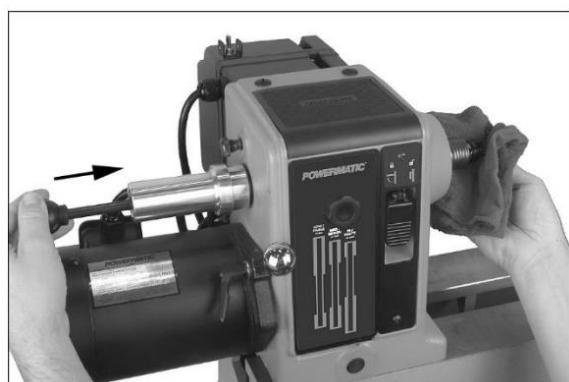

Рисунок 8-5: демонтаж центра передней бабки
2. Для демонтажа поводкового центра, сначала снимите заготовку со станка. Затем вставьте выталкиватель (Рис. 8-5) в отверстие маховика и с силой вытолкните конус поводкового центра.